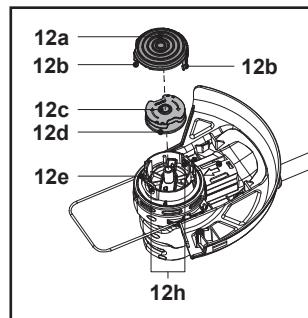

Fig. 23
3. Remova a bobina do aparador (12c) da caixa (12e) (Fig. 23).